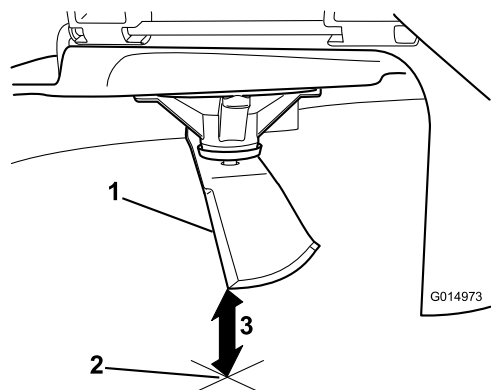

Figura 47
5. Mida desde la punta de la cuchilla hasta la superficie plana (Figura 47).